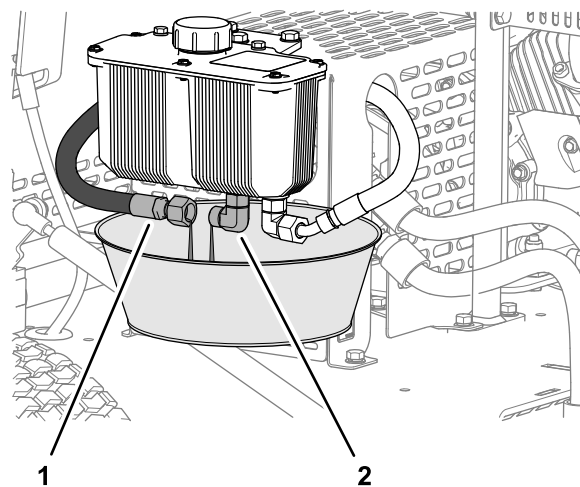

图 36
1. 在液压油箱下放置一个容量为 2L 的放油盘 图 36。
2. 从液压油箱接头卸下液压供油软管并等待液压油完全流入放油盘 图 36。